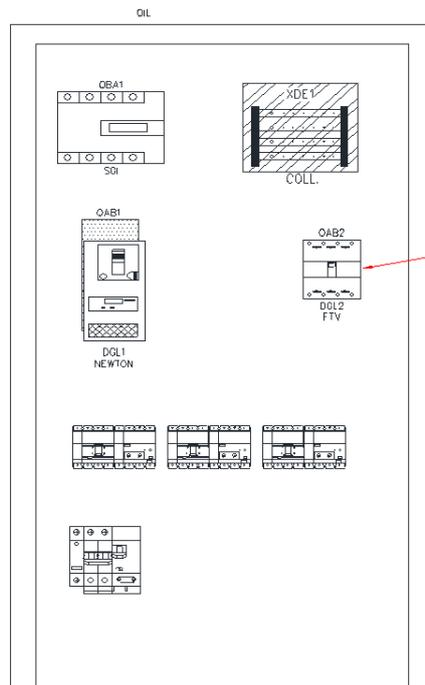

Figura 4. Particolare del LAY-OUT del QIL
- 3) **apertura dell'interruttore DGL2 (FTV) contenuto nel quadro QIL di connessione alla rete: vedi figura 4.**